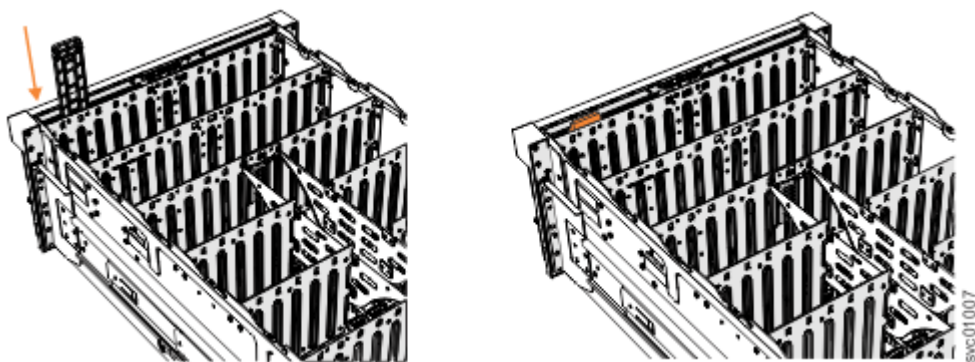

图 131. 安装显示面板组合件
2. 小心地将显示面板组合件与扩展机柜前部的插槽对齐，如第 105 页的图 131 中所示。